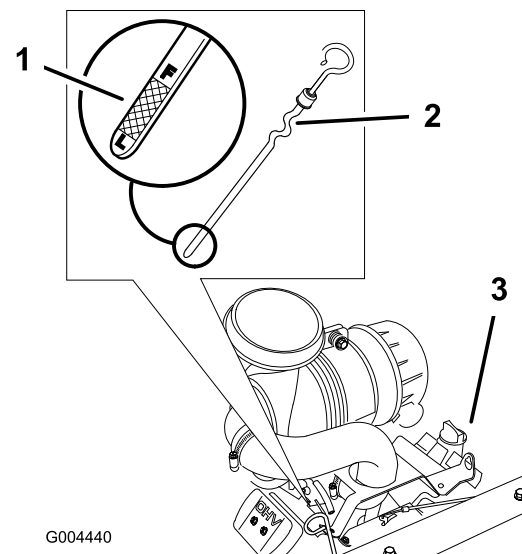

Figura 34
3. Limpie alrededor de la varilla de aceite (Figura 34) para que no pueda caer suciedad en el motor.
4. Retire la varilla de aceite y limpie el extremo metálico (Figura 34).
5. Introduzca la varilla a fondo en el motor. Retire la varilla y observe el extremo metálico (Figura 34). Si el nivel de aceite es bajo, vierta lentamente sólo la cantidad de aceite suficiente para que el nivel llegue a la marca Lleno.
9. Vierta lentamente un 80% aproximadamente de la cantidad especificada de aceite por el tubo de llenado (Figura 34).